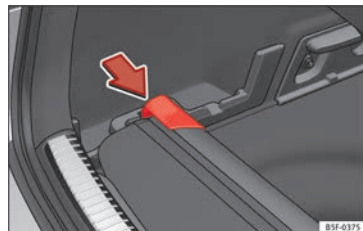

Fig. 167 Dans le coffre à bagages : logement pour ranger la plage arrière.
- Appuyez sur la tête de la plage arrière enroulable dans le sens de la flèche jusqu'à l'insérer dans le logement prévu à cet effet » **fig. 167.**